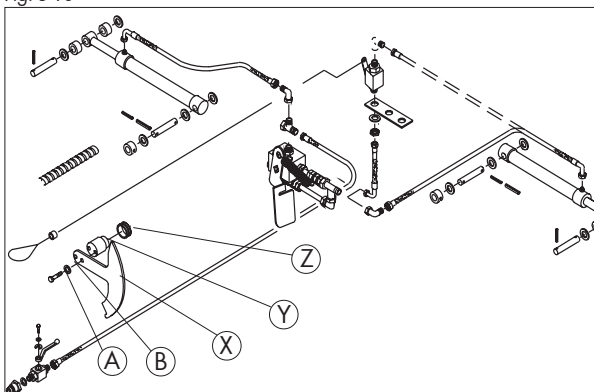

Fig. 3-11
Monter la pièce de commande (X) avec la pièce d'écartement (Y) et la bague d'étanchéité (Z) en utilisant les boulons (A) et les rondelles (B) (fig. 3-11).